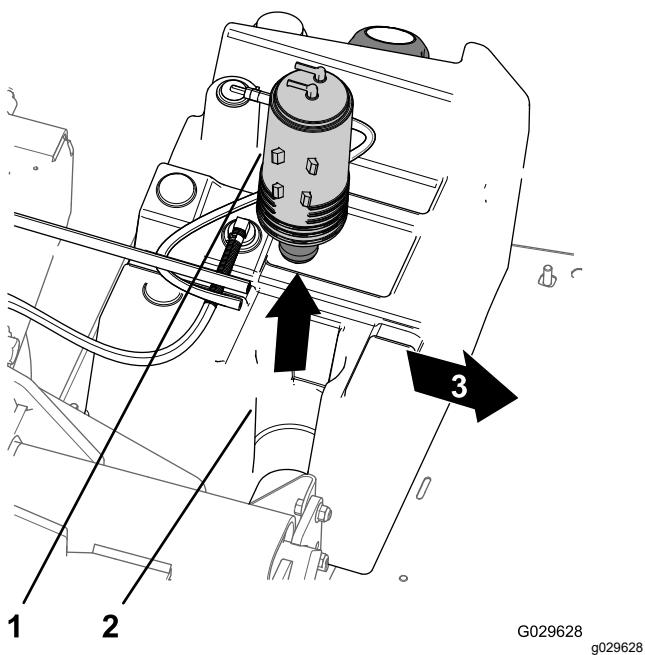

Figura 47
3. Levante o recipiente de carbono da montagem do recipiente de carbono no depósito 1/2 sítio de combustível (Figura 47).